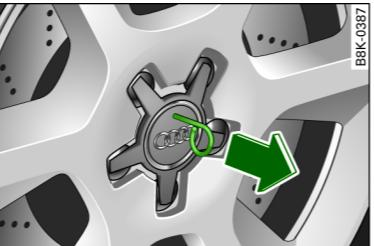

图 261 更换车轮：拉下车轮装饰罩
- 将车轮装饰罩拉下 ⇒ 图 261。■
- 将车轮装饰罩拉下 ⇒ 第 233 页，图 261。
- 将适配接头 ② 装入防盗车轮螺栓直到限位位置 ①。
- 将车轮扳手套到适配接头上，直到限位位置 ②。